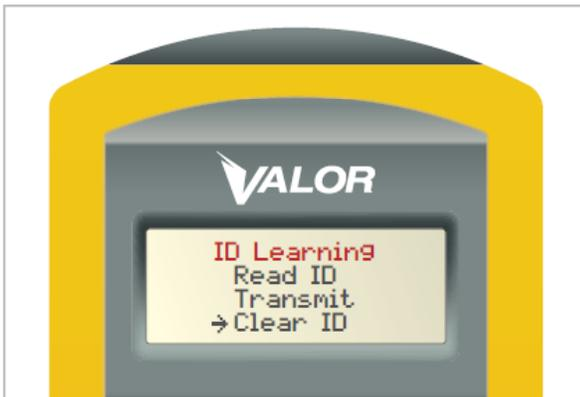

Figura 17
2. Sin retirar el SmarTool del CANBUS de Valor, presione la tecla ESC para regresar al menú “ID Learning” (Figura 17)